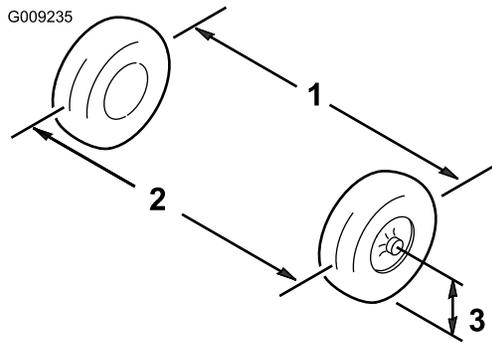

図 57
1. 前輪の前と後ろで、左右のタイヤの中央線間距離を測る計測はアクスルの高さで行う (図 57)。